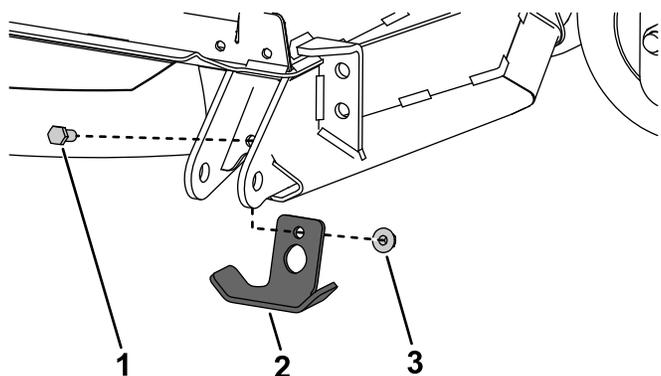

Figura 11
2. Retire las fijaciones que sujetan la chapa de protección existente a la unidad de corte (Figura 11).